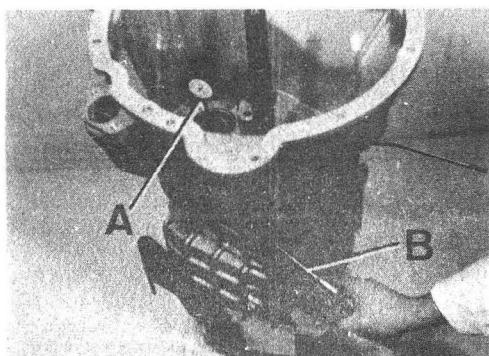

Fig. C1-85 Ajuste eje intermediario
2.2.5. Haciendo uso de un destornillador o desmontable, se apalancará sobre el engranaje de toma constante del eje intermedio, desplazando éste hacia arriba y abajo para medir su juego longitudinal en el comparador (Fig. C1-85).